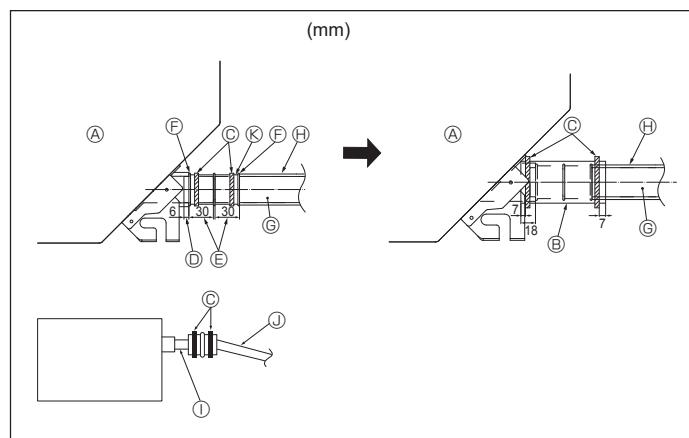

Fig. 5-2
- Sluit de aftapbus (meegeleverd met het apparaat) aan op de afvoeropening. (Fig. 5-2)